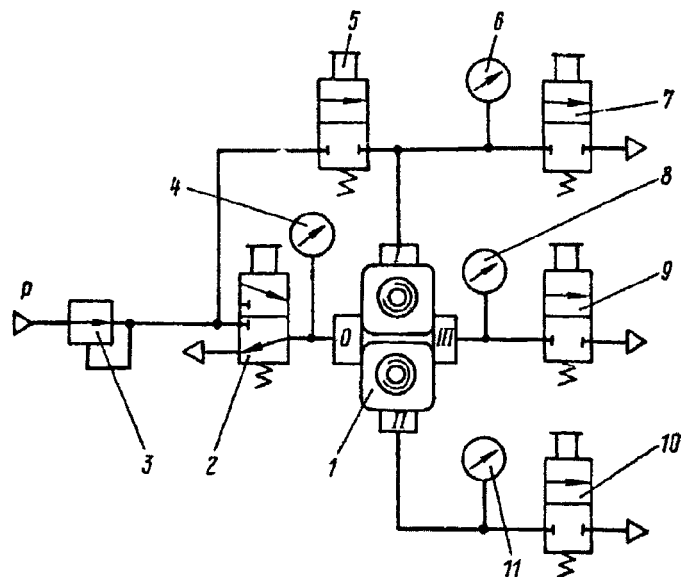
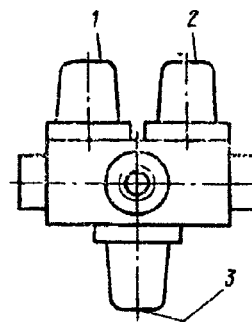

Рис. 304. Схема подключения тройного защитного клапана при проверке на работоспособность и герметичность:
Рис. 305. Расположение регулировочных винтов тройного защитного клапана:
1. Подключите клапан по схеме, изображенной на рис. 304, и снимите защитные колпачки.
2. Отрегулируйте работу контуров I и II. Включите кран 2. Установите редуктором на манометре 4 давление 549,4 кПа (5,6 кгс/см ²). Медленно выворачивайте регулировочный винт А (рис. 305) до тех пор, пока манометр 6 (см. рис. 304) не начнет показывать давление. Медленно выворачивайте регулировочный винт В (см. рис. 305) до тех пор, пока манометр 11 (см. рис. 304) не начнет показывать давление.
4. Отрегулируйте работу контура III. Установите редуктором 3 на манометре 4 давление 499,8 кПа (5,1 кгс/см ²). Выключите кран 2, включите краны 7 и 10. Включите кран 5. Медленно выворачивайте регулировочный винт С (см. рис. 305) до тех пор, пока манометр 8 не начнет показывать давление.